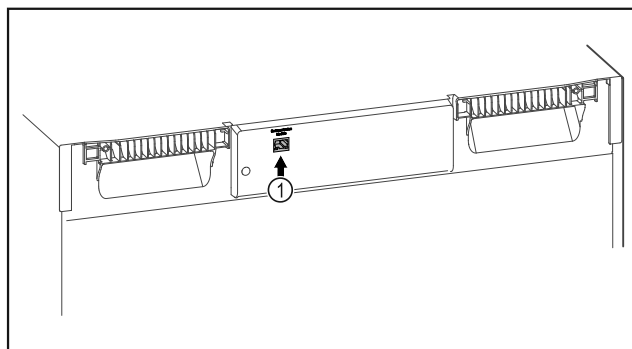

Fig. 98
- SmartModule Fig. 98 (1) är insatt.